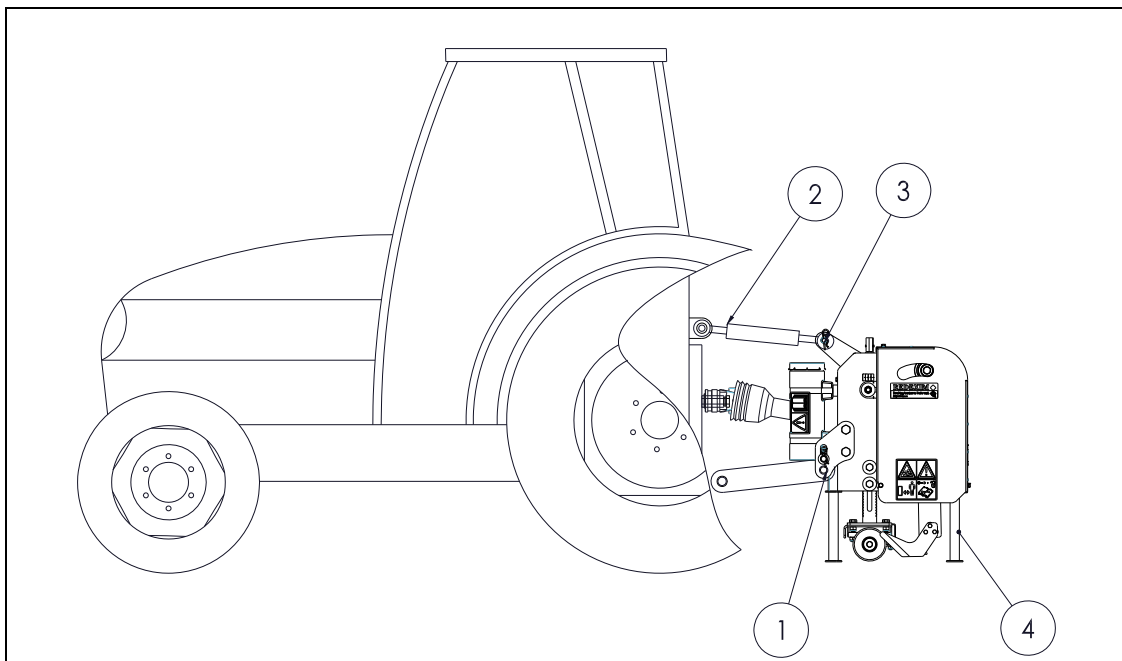

Bild 7
Metoden är följande: (Bild 7)
3. Ta bort benen 4 (se Bild 7)